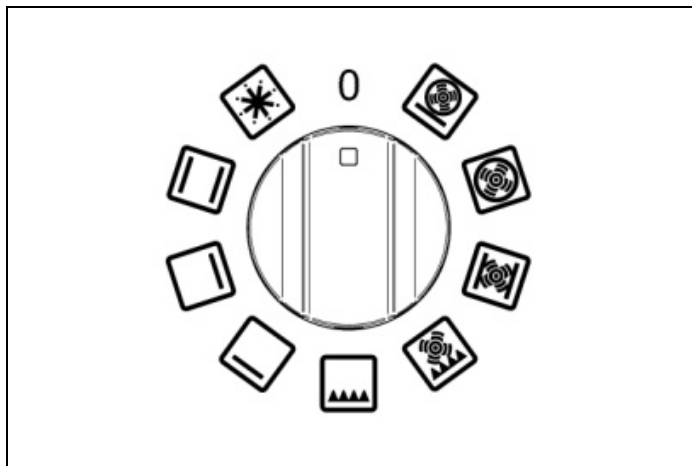
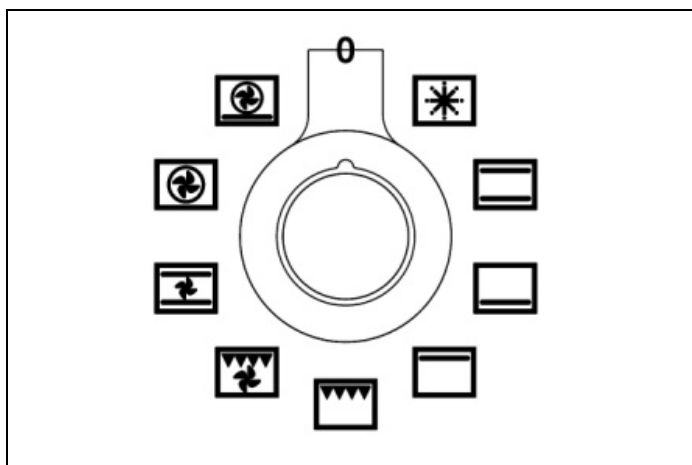
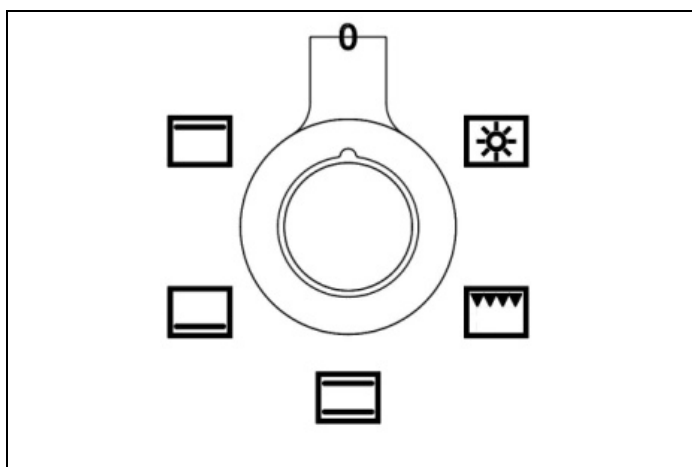

Fig. 23
Fig. 24
Fig. 25
- 1) Tourner le bouton des fonctions (Fig. 23 - Fig. 24 et Fig. 25) dans le sens des aiguilles d'une montre pour sélectionner la fonction souhaitée.